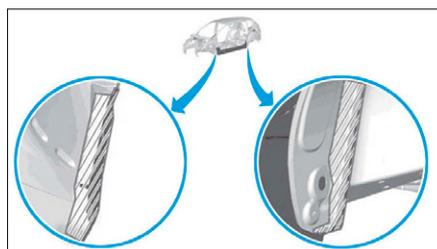

FIG. 117
- Appliquer une protection antigraillonnage (Fig.117).